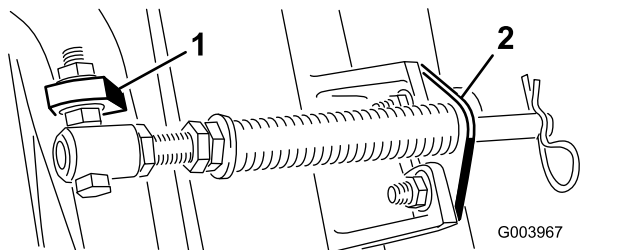
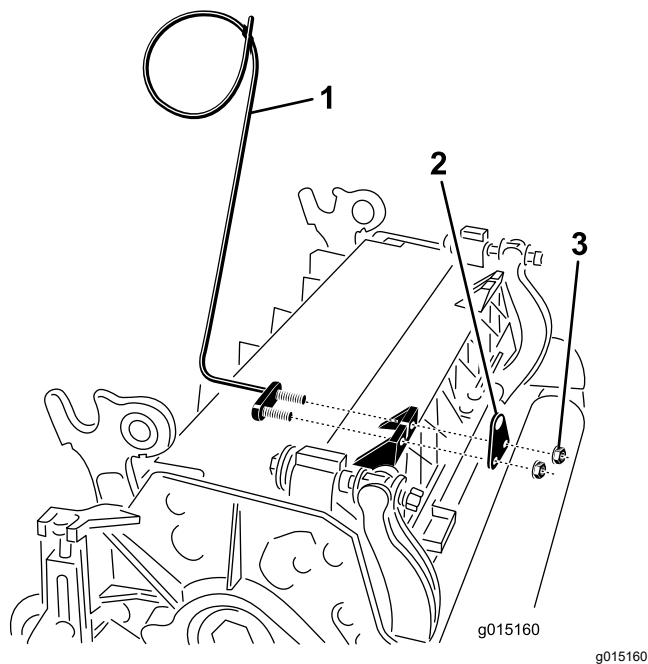

Bild 11
Bild 13
Hinweis: Positionieren Sie den Schraubenkopf zur Außenseite der Nase, wie in **Bild 11** dargestellt.
- E. Montieren Sie die Stangenhalterung mit den Schlossschrauben und Muttern an den Mähwerkknasen (**Bild 11**). An der Schneideinheit müssen Sie auch die linke Schlauchführung vorne an den Schneideeinheitennasen befestigen, wenn Sie die Stangenhalterung (**Bild 13**) wieder einbauen.